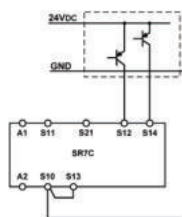
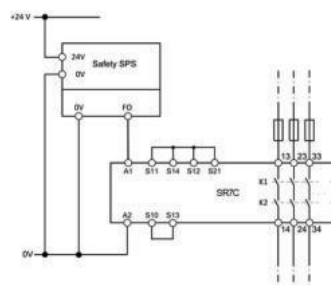

Abb. 8:
Abb. 9:
- Für Anwendungen nach Abb. 8 und Abb. 9 ist darauf zu achten, dass das Bezugspotential des Signalgebers und des SR7C das Gleiche ist